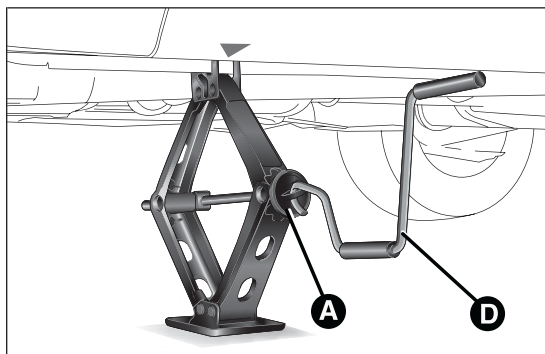
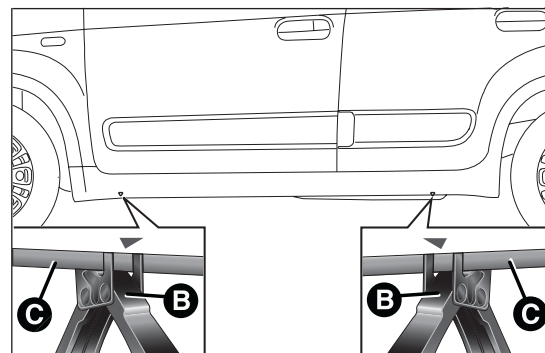

fig. 111
fig. 112
- ☐ accionar el dispositivo A fig. 111 para extender el gato, hasta que la parte superior B fig. 112 se introduzca correctamente en el larguero C (a la altura de la marca ∇ indicada en el mismo larguero);
- ☐ introducir la manivela D fig. 111 en el alojamiento del dispositivo A, accionar el gato y levantar el vehículo, hasta que la rueda se levante del suelo unos centímetros;